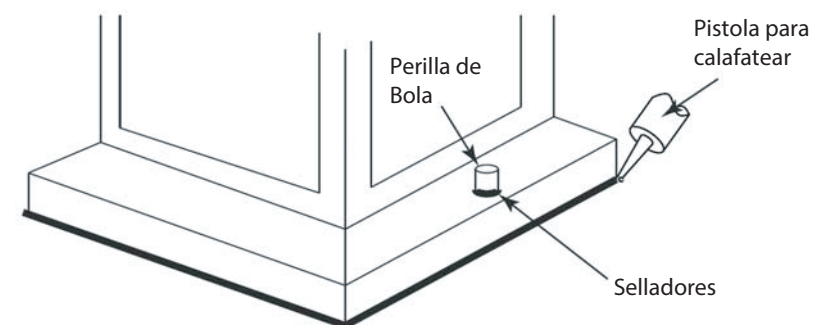

Figura 2
1. Conecte el cable de alimentación positiva (A) (normalmente negro el lado no marcado suave del cable de dos conductores) de plomo accesorio positivo (B) con un giro de tamaño apropiadamente conector - Véase la Figura 2 y 3.
2. Conecte el cable de alimentación negativa (C) (por lo general de color blanco o el lado marcado estriado del cable de dos conductores) de plomo accesorio negativo (D).
Loop alambre de tierra (E) (generalmente de cobre o verde recubierto de plástico) debajo de la cabeza del tornillo de tierra (S) en la brida de montaje accesorio (M) y conectar con el extremo suelto del cable de tierra luminaria directamente al cable de tierra del sistema de construcción con un tamaño adecuado twist-conectores - Véase la Figura 2.
Después asegurar fijo en su lugar, se recomienda que la distancia entre la parte superior y la base de montaje del accesorio se sellará con cualquier buen masilla impermeable de calidad o sellador de silicona (no incluido). También se recomienda que una pequeña capa de madilla o sellador de ser sometidos a los mandos de bolas utilizadas para montar accesorio - Véase la Figura 2.